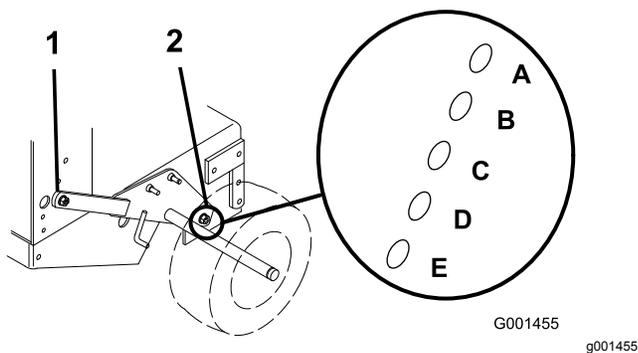

Figure 17
3. Desserrez, sans les enlever, les 2 boulons de pivot et les 2 boulons de réglage de l'essieu (Figure 17).
4. Placez un cric sous le bâti du moteur, au centre et à l'arrière. Soulevez l'arrière du bâti du moteur jusqu'à ce qu'il soit possible de déposer les 2 boulons de réglage de l'essieu avant (Figure 17).
5. Levez ou abaissez le bâti du moteur à l'aide du cric de sorte à pouvoir insérer les 2 boulons de réglage de l'essieu avant dans les trous voulus (Figure 17).